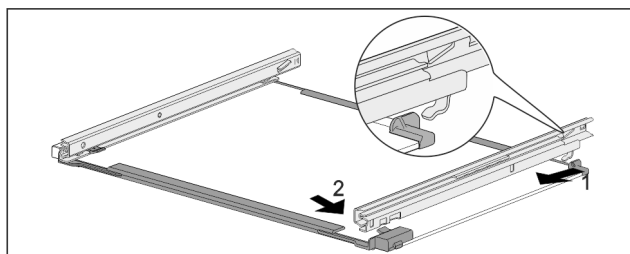

Fig. 134 Glasplade med skinner
- ▶ Fastgør skinnen bagtil. Fig. 134 (1)
- ▶ Lad skinnen gå i indgreb foran. Fig. 134 (2)